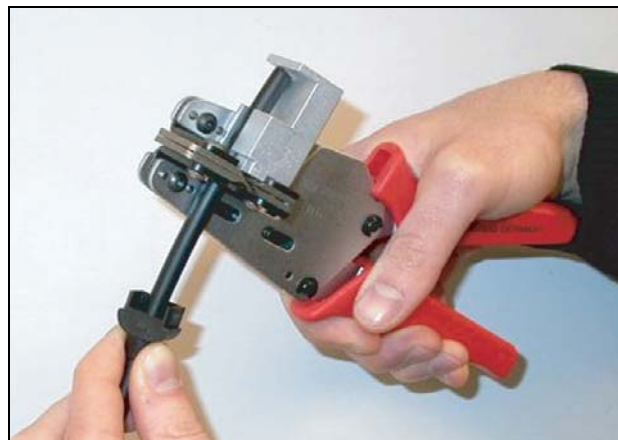

рисунок 30.7: Зачистка кабеля
- 5 Зачистите внешнюю оболочку кабеля, используя инструмент для зачистки проводов (инструмент 5), упирая кабель в ограничитель (см. рисунок 30.7).